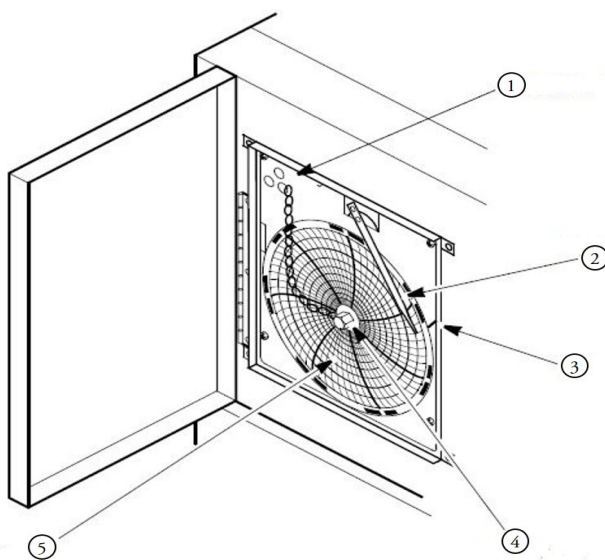

Figura 15. Registratore grafico
3. Svitare il dado centrale, rimuovere la vecchia carta millimetrata, e installare la nuova carta millimetrata. Allineare attentamente il giorno e il tempo con il segno di riferimento sul pannello del registratore (una piccola scanalatura sul lato sinistro del pannello, come mostrato in *Figura 15*).
4. Ricollocare il dado centrale e avvitare bene a mano. Premere nuovamente il pulsante grafico (3) per riprendere la registrazione della temperatura.